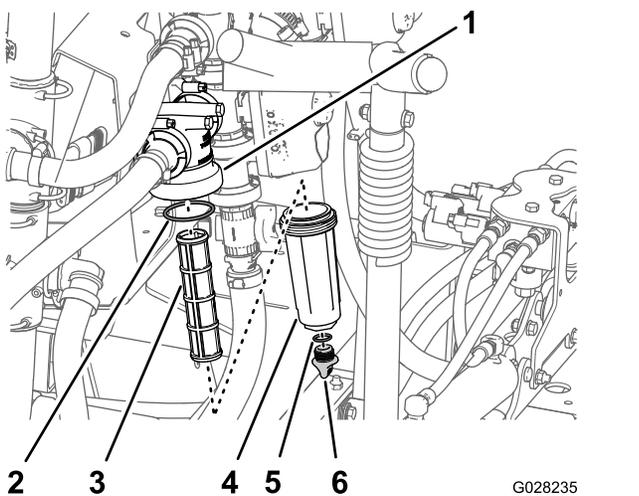

Figura 51
2. Coloque un recipiente de drenaje debajo del filtro de presión (Figura 51).
3. Gire el tapón de vaciado en sentido antihorario y retírelo de la cubeta del filtro de presión (Figura 51).
4. Gire la cubeta en sentido antihorario y retire la cabeza del filtro (Figura 51).
5. Retire el elemento del filtro de presión (Figura 51).
7. Inspeccione la junta del tapón de vaciado (situada dentro de la cubeta) y la junta de la cubeta (situada dentro de la cabeza del filtro) en busca de daños o desgaste (Figura 51).
8. Instale el elemento del filtro de presión en la cabeza del filtro (Figura 51).
9. Instale la cubeta en la cabeza del filtro y apriétela a mano (Figura 51).
10. Coloque el tapón de vaciado en el acoplamiento inferior de la cubeta, y apriete el tapón a mano (Figura 51).